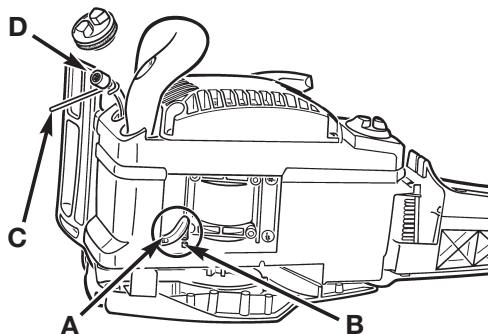

Fig. 33
1. Débrancher le tube d'huile (A) du raccord (B) de la pompe à huile.
2. Utiliser un fil muni d'un crochet (C) et sortir le filtre à huile (D) du réservoir. Sortir complètement le filtre à huile et le tube.
5. Couper le tube à longueur et le pousser dans le raccord de la pompe à huile (Fig. 33).